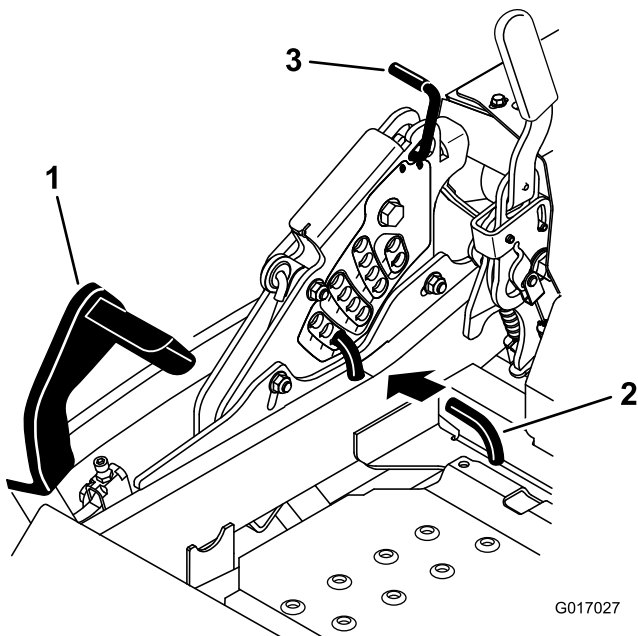

Bild 84
5. Drücken Sie das Mähwerkhuppedal ganz nach vorne; das Mähwerk rastet in der 14-cm-Transportstellung ein (Bild 84).